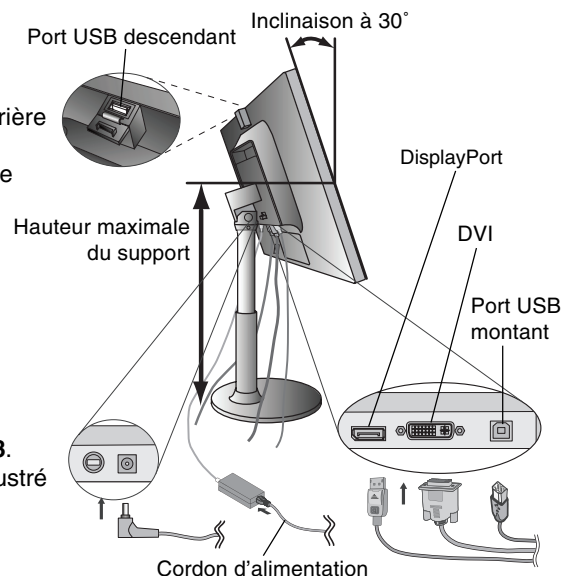
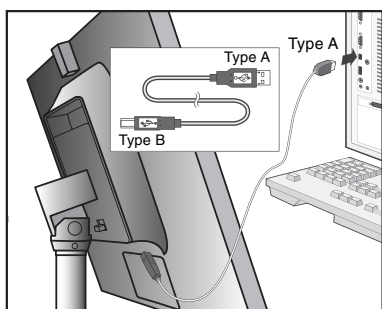

Figure B.1
Figure B.1a
3. Placez les mains de chaque côté du moniteur pour incliner l'écran LCD de 30 degrés et le placer sur la position la plus haute (**Figure B.1**).
4. Branchez tous les câbles dans les connecteurs appropriés à l'arrière du moniteur et reliez le câble d'alimentation captif à l'adaptateur secteur (**Figure B.1**). À l'aide du câble USB, branchez la prise de type B dans le port montant USB situé sur le côté arrière droit du moniteur et la prise de type A dans le port descendant de l'ordinateur (**Figure B.1a**). Si vous utilisez le cordon du périphérique USB, utilisez les ports descendants à l'arrière du moniteur, dans la partie supérieure.